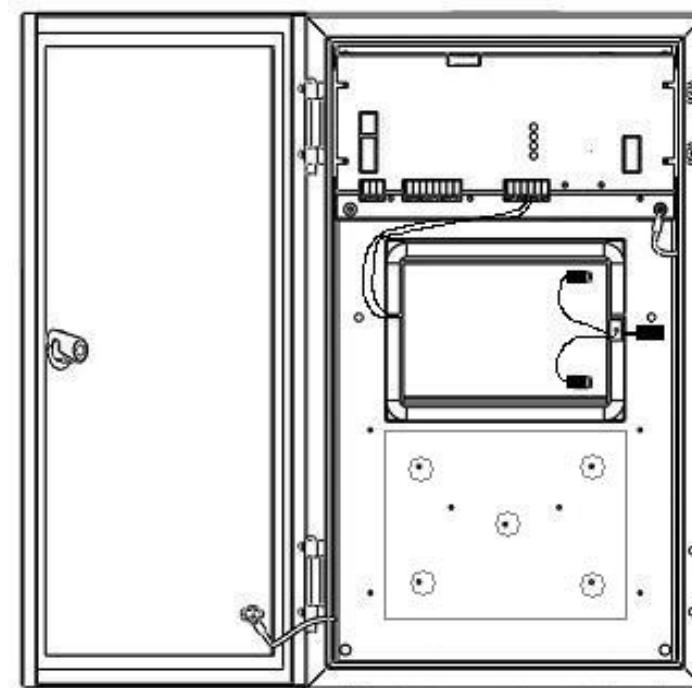

Рис.2 БИРП-Т с термостатом АБ
6.3 Вложить в корпус термостата нижнюю часть теплоизоляции. Затем плату подогрева с радиатором, проводами налево. Провода пропустить через паз корпуса. Вложить боковые части теплоизоляции. Установить батарею, согласно рис.2. Снять защиту с клемм батареи, надеть на них жгут для АБ, **красный провод на плюсовую клемму, черный – на минусовую**. Провести провода жгута через правый паз корпуса. Вложить верхнюю часть теплоизоляции. Закрыть крышку и закрепить саморезом.
6.2 Закрепить корпус термостата в пяти точках монтажной панели, указанных на рис.2